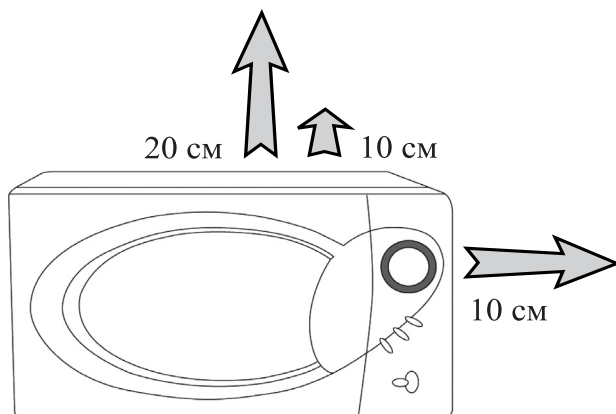

Рис. 3
**5.3.** Розпакована піч повинна стояти на рівній горизонтальній поверхні. Для нормальної вентиляції печі при її установці необхідні зазори між піччю й іншими предметами. Піч не повинна розташовуватися біля джерел тепла та легкозаймистих предметів. (Рис.3).